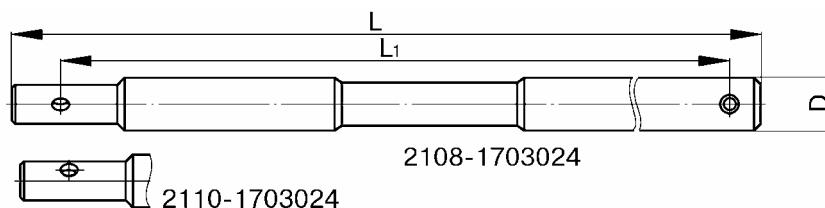

Рис.18. Шток выбора передач.
4.2.18 Шток 2108/2110-1703024 выбора передач, рис.18.